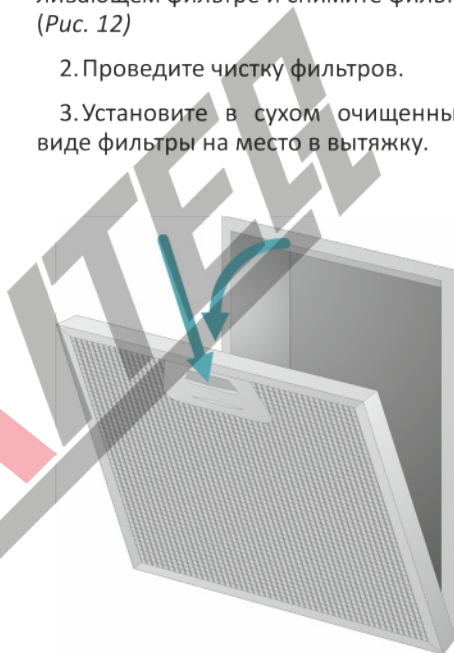

Рис. 12 Снятие алюминиевого жирособиравшего фильтра
1. Нажмите на защелки на жирособиравшем фильтре и снимите фильтр. (Рис. 12)